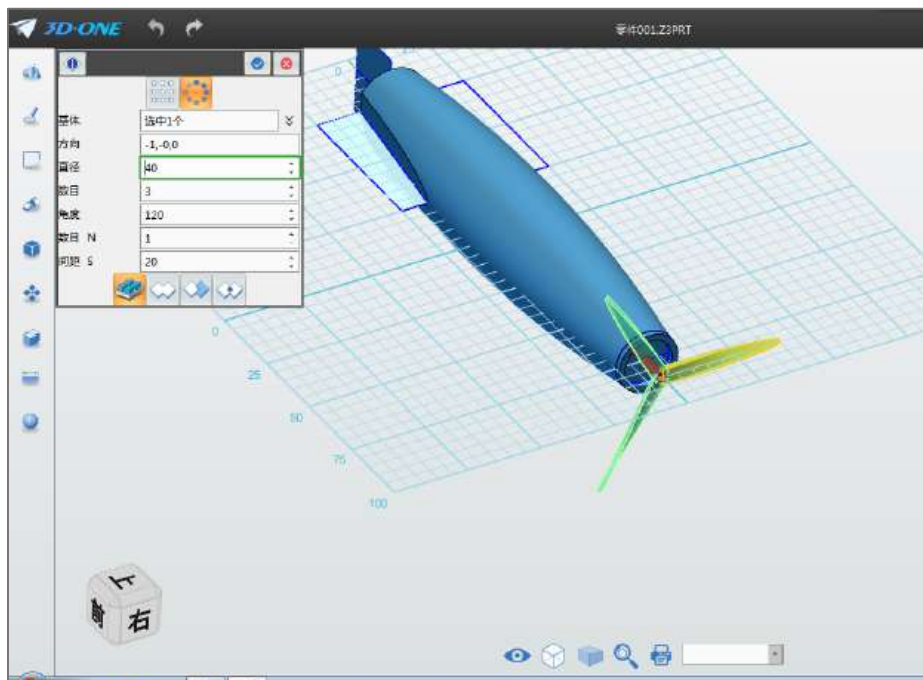

图 2-16
Step 16 数目设为 3，角度设为 120，其他默认不变，如下图 2-16 所示：